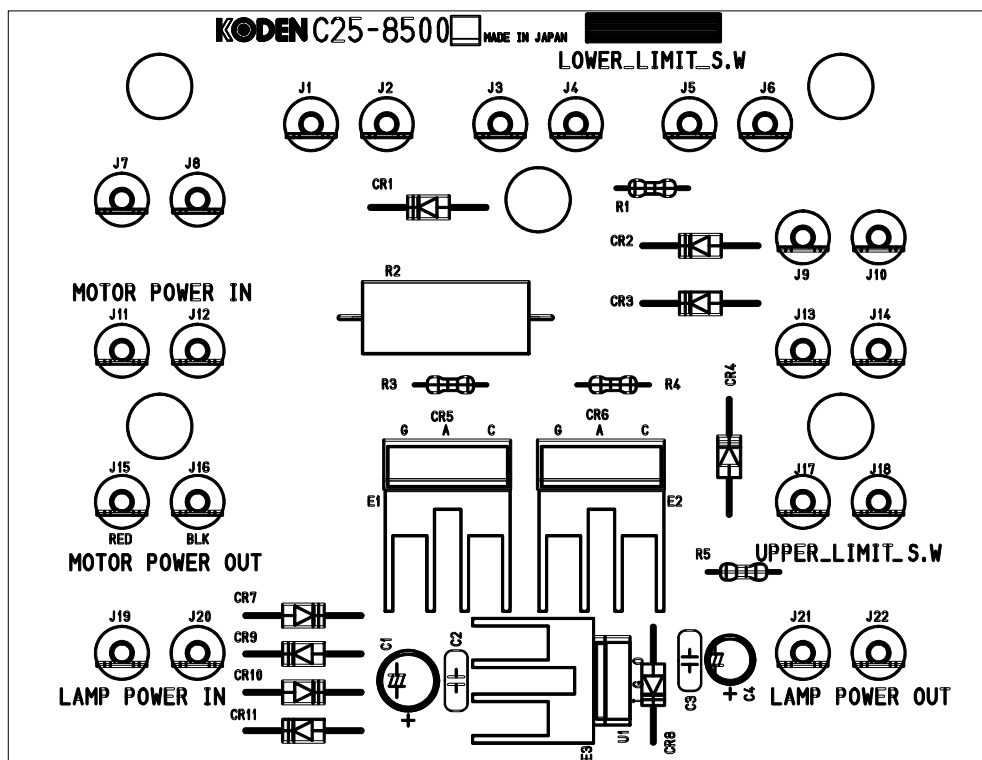

図 6.4 C25-8500 説明図
3. 22 番内の C25-8500 に接続されている端子 16 か所を外します。図 6.4 に、C25-8500 を示します。